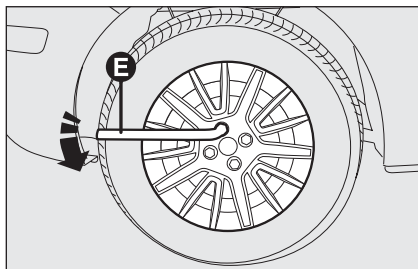

fig. 3
- dévisser d'environ un tour les boulons de fixation de la roue à remplacer en se servant de la clé fournie **E-fig. 3**; pour les voitures dotées de jantes en alliage, secouer la voiture pour faciliter le détachement de la jante du moyeu de roue;